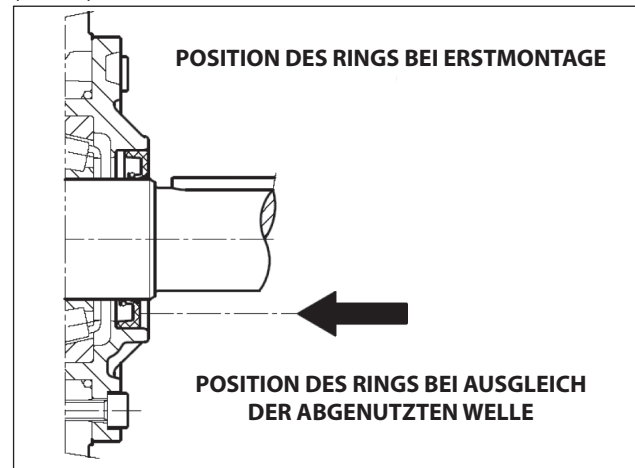

Abb. 7
Im Fall eines Austauschs setzen Sie den neuen Ring mithilfe des Werkzeugs (Art. 27904500) gemäß Abb. 7 ein.
**Sollte die Pumpenwelle im Kontaktbereich mit der Dichtlippe einen Verschleiß am Durchmesser aufweisen, können Sie zur Vermeidung der Schleifbearbeitung den Ring auf Anschlag mit dem Deckel neu ausrichten, siehe hierzu Abb. 7.**